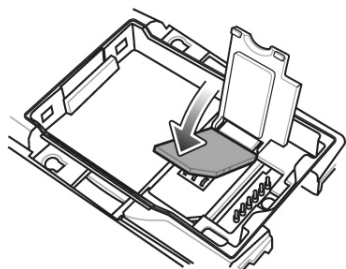

图 1-9 插入 SIM 卡
4. 如图 1-9 所示插入 SIM 卡，齐边对外，触点朝下。